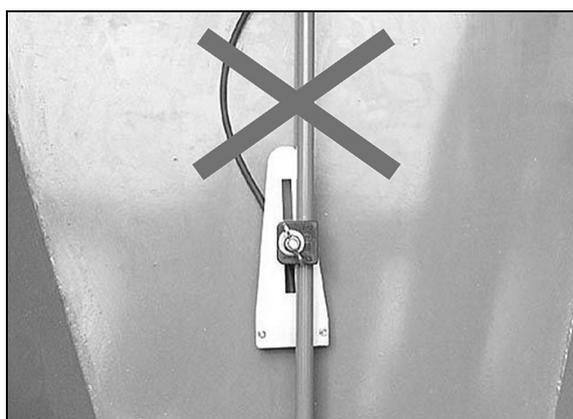

Fig. 85
4. Tourner le couvercle de palier (Fig. 85) et l'enlever.